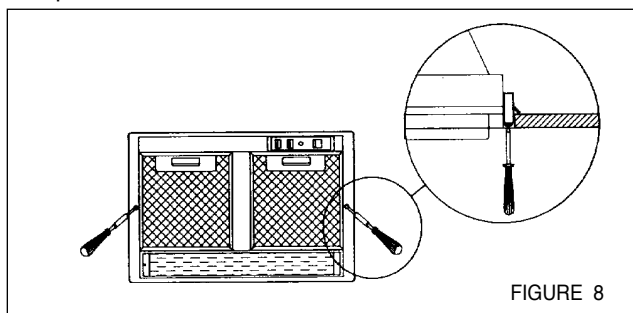

FIGURE 8
6. Tighten the rangehood to the cabinet by rotating the screws indicated in FIGURE 8 with a flat blade screw driver.
6. Resserer les vis à l'aide d'un tournevis à lame plate pour fixer la hotte à l'armoire de façon sécuritaire, tel qu'il est indiqué à la FIGURE 8.